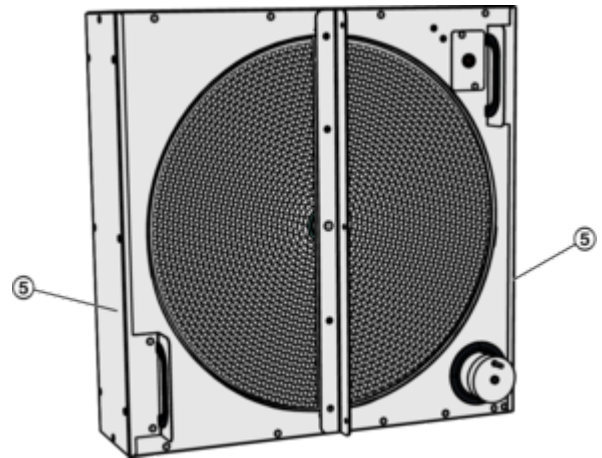

Abb. 54: Seitliche Bleche
- 15. ▶** Die beiden seitlichen Deckel (Abb. 54 /5) wieder montieren (10 Schrauben).